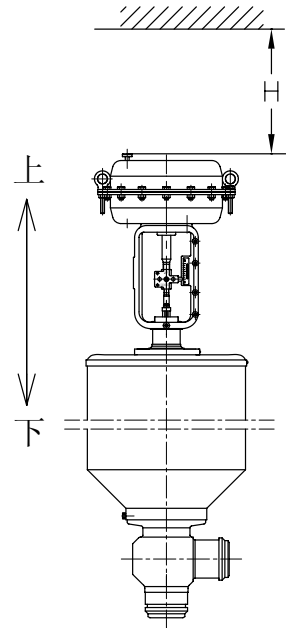
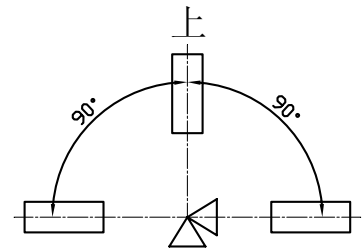

图 3-1
图 3-2
- 原则上按图 3-1 所示垂直安装，不得已时允许在图 3-2 所示的范围内安装。但要注意不要将执行机构附件的排气口朝天放置。若控制阀可能受到振动及来自外力的危险时，请使用控制阀的附设支架或配管支架。